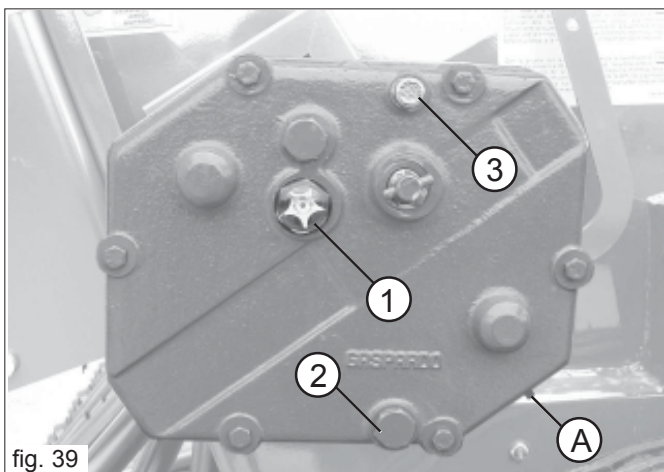

fig. 39
Está taxativamente prohibido actuar sobre el tornillo (A Fig. 39) durante las operaciones de regulación y mantenimiento del cambio: esto causaría la pérdida de calibración del mismo con efectos negativos en la distribución.
- Verificar el nivel del aceite en la caja del cambio, eventualmente restablecerlo hasta alcanzar el nivel (1 Fig. 39); al efectuarse el restablecimiento, tener cuidado de utilizar el mismo tipo de aceite (SAE 80W/90).
- Tapón de desague del aceite, 2 Fig. 39;
- Tapón de carga del aceite, 3 Fig. 39.